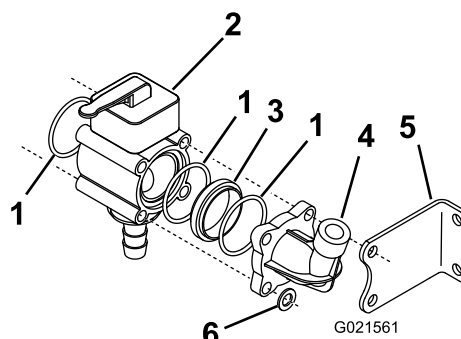

Figura 7
9. Coloque arandelas sobre las varillas que no pasan por el soporte de montaje izquierdo, y enrosque una contratuerca en el extremo izquierdo de cada varilla (Figura 7).
10. Monte provisionalmente el colector de la válvula manual usando la válvula manual, una junta tórica, un adaptador de entre las piezas sueltas, una junta tórica y el conector de manómetro que retiró anteriormente (Figura 7).
sujetar el adaptador reductor al conjunto de válvulas de desvío de los brazos (Figura 7).